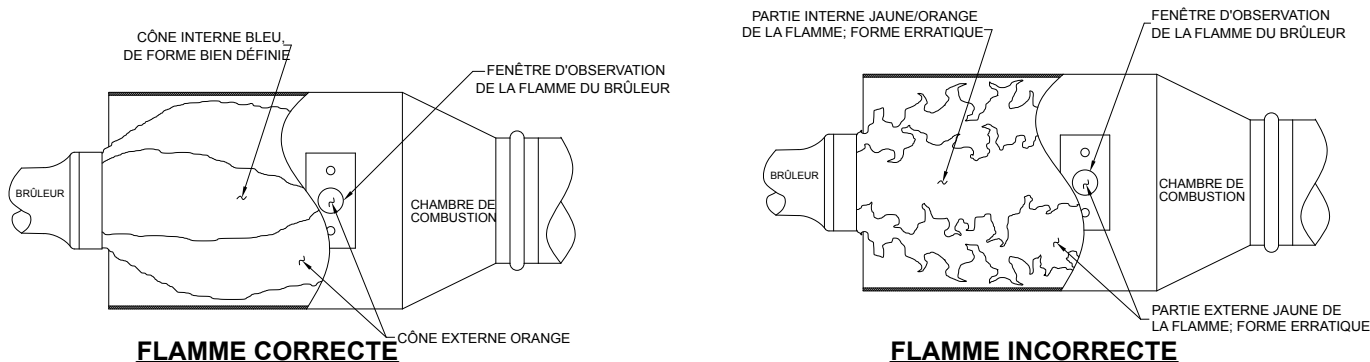

Figure 17
- Retirer l'avant du coffret. Retirer les quatre (4) vis des panneaux de gauche et de droite; mettre les panneaux de côté pour les réinstaller.
- Retirer les quatre (4) vis des supports du bâti du condenseur (voir A à la figure 17) Mettre les supports de côté pour les réinstaller.
- Retirer le couvercle du serpentin de condensation – deux (2) vis additionnelles. (Voir B à la figure 17) Conserver le couvercle pour le réinstaller.